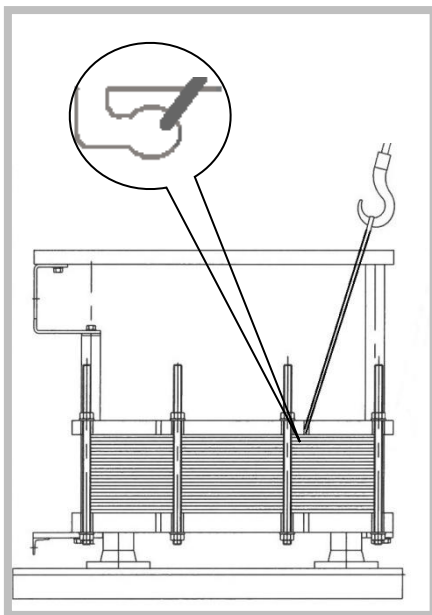

Figura 25
2. Fissare lo strumento di trasporto adeguato all'occhiello previsto in corrispondenza delle piastre del telaio. (Figura 25) Non utilizzare imbracature a catena. L'SCP può danneggiarsi e scivolare.